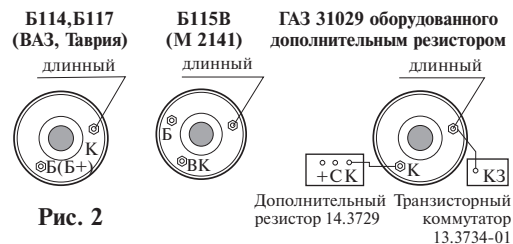

Рис. 2
**Карбюраторный двигатель** - длинный желтый провод выведите под капот и подключите к выводу катушки зажигания, соединенному с прерывателем (для контактной системы зажигания) Рис. 2.
- коммутатором (для бесконтактной системы зажигания) Рис. 2